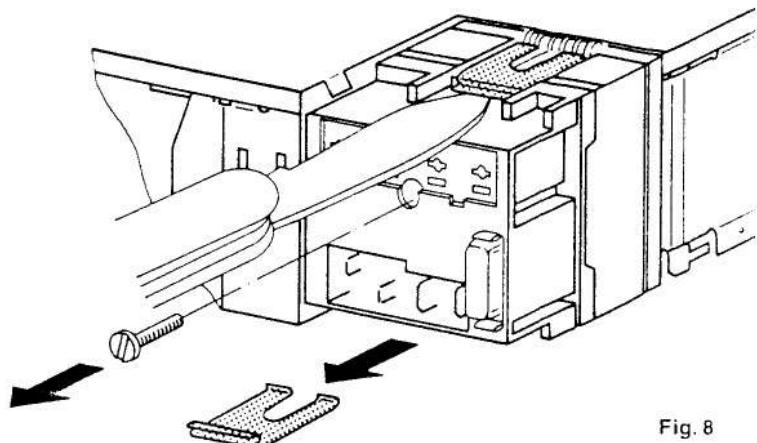

Fig. 8
Für den Quick Out-Betrieb ist das komplette Anschlußkästchen mit ± und Lautsprecheranschluß am Autoradio zu wechseln, siehe Fig. 8 - 10.
1. Schraube lösen, obere und untere Haltefeder mit einem spitzen Gegenstand oder einer stabilen Messerklinge durch Unterhebeln entriegeln, siehe Fig. 8.
For Quick-Out operation the whole connection box with ± and speaker connection must be replaced, see fig. 8 - 10.
1. Loosen the screw and unlock the top and bottom support springs by lifting them with a sharp object or a solid knife blade, see fig. 8.
Pour le service Quick-Out, il faut échanger la boîte de jonction complète avec ± et raccord de haut-parleur, voir fig. 8 - 10.
1. Desserrer la vis, dévérrouiller les ressorts de retenue supérieur et inférieur en les levant à l'aide d'un objet pointu ou d'une lame de couteau, voir fig. 8.
1. Solte el tornillo, desencastre el muelle soporte arriba y abajo con un objeto agudo o con una hoja de cuchillo moviéndolos arriba y abajo, véase fig. 8.